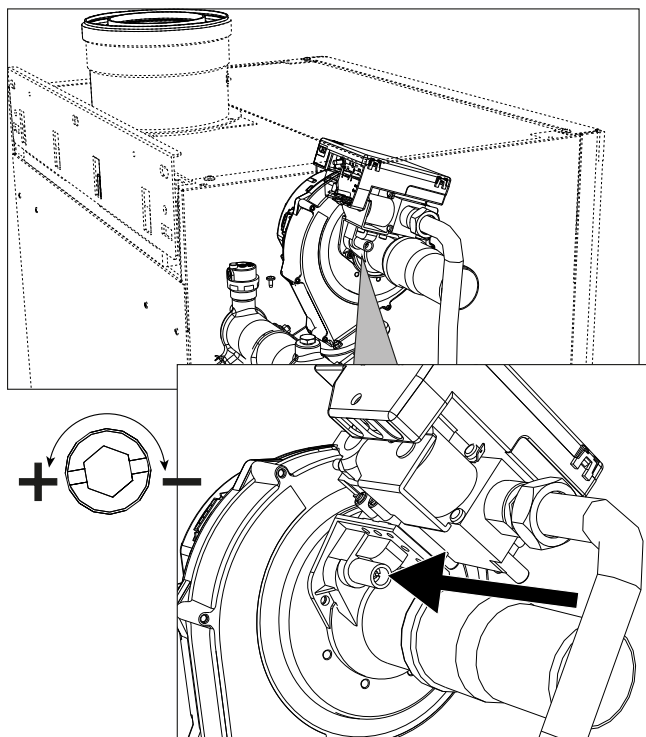
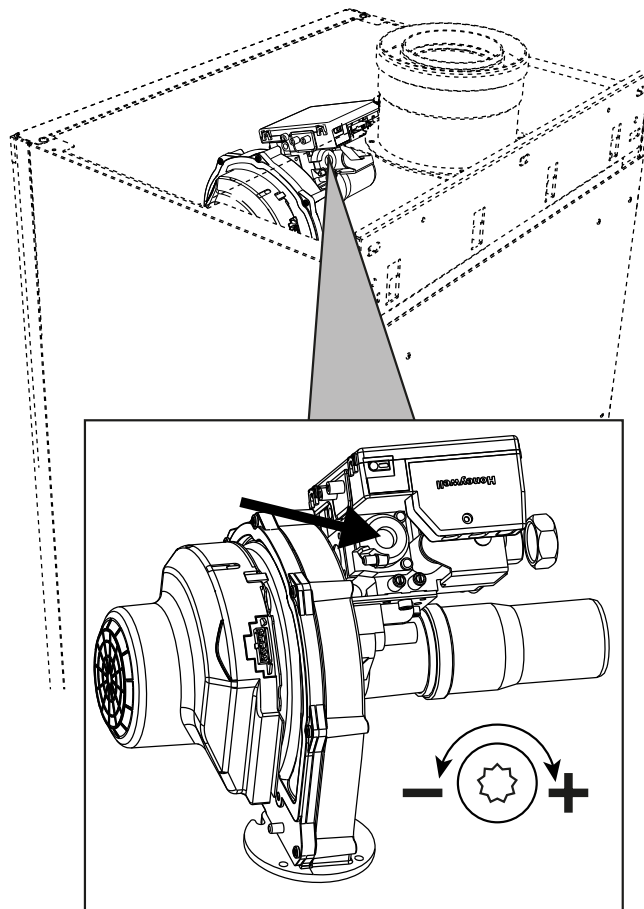
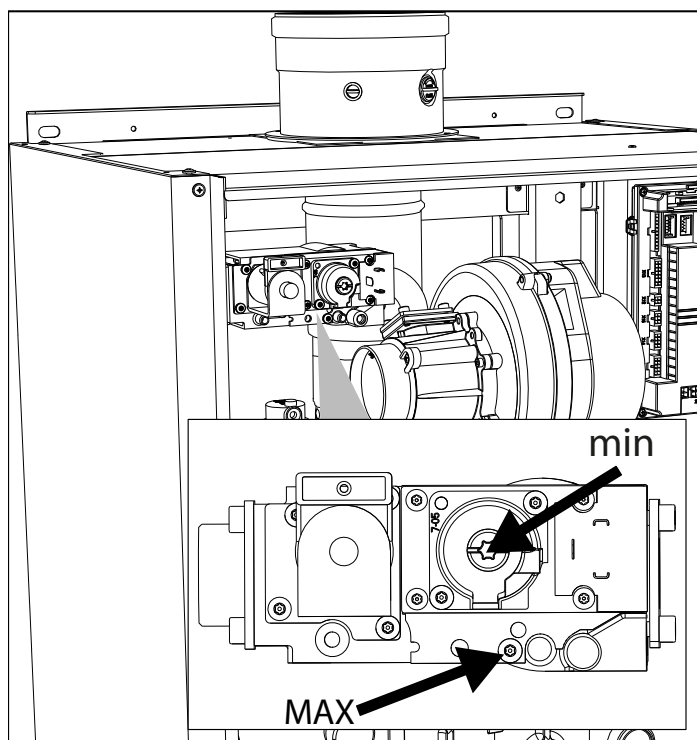

fig. 76 - Regolazione massima modelli W 60 e W 80
fig. 77 - Regolazione minima modelli W 60 e W 80
fig. 78 - Regolazione massima e minima modelli W 99, W 120 e W 150
- Nel caso in cui i valori siano diversi da quelli indicati, regolare la CO₂ attraverso la vite di regolazione massima portando i valori della CO₂ indicati. Vedi **fig. 76** per modelli **W 60** e **W 80** oppure **fig. 78** per modelli **W 99**, **W 120** e **W 150**.
- Nel caso in cui i valori della CO₂ siano diversi da quelli indicati, regolare delicatamente la vite di “OFFSET” minima verificando che la CO₂ sia corretta. Vedi **fig. 77** per modelli **W 60** e **W 80** oppure **fig. 78** per modelli **W 99**, **W 120** e **W 150**.